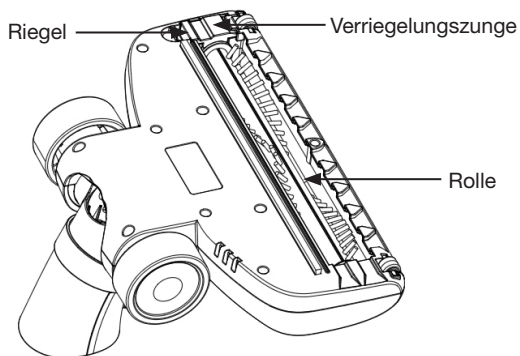
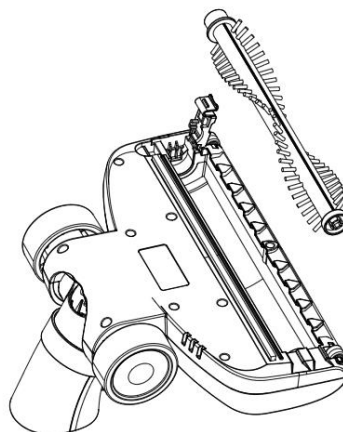

Abb. 15
Abb. 16
2. Drehen Sie die Elektrobürste um (Abb. 15).
3. Drücken Sie auf den Riegel und heben Sie die Verriegelungszunge (Abb. 15) an: So können Sie die Rolle aus ihrem Gehäuse entfernen (Abb. 16).